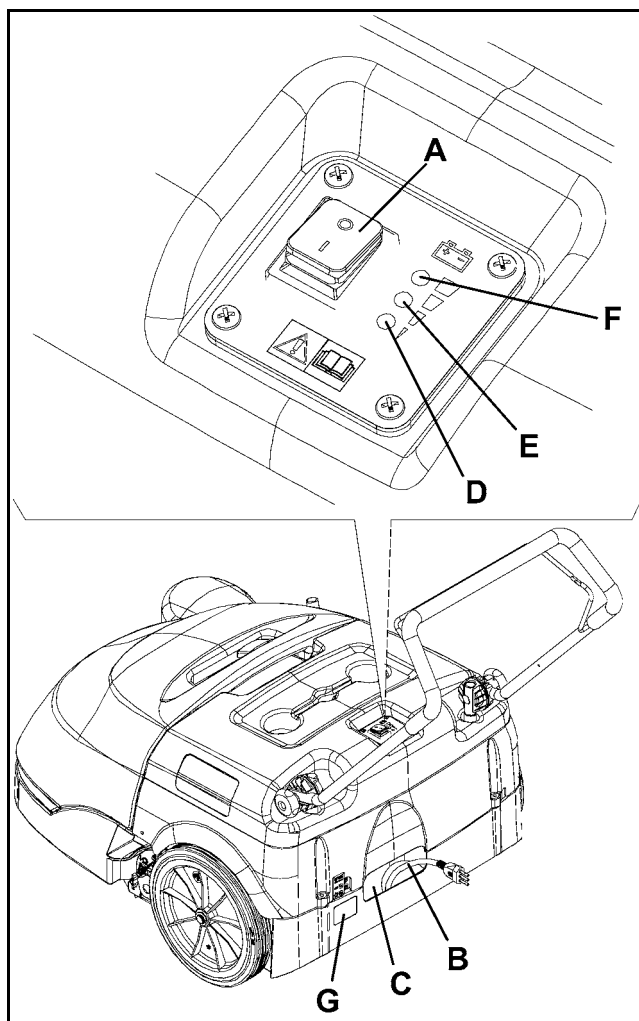

Figure 21
2. Positionner l'interrupteur général (A, Fig. 21) sur "0".
3. Déposer le câble (B, Fig. 21) du chargeur de batterie du logement (C) et le brancher au réseau électrique.
**Avant de brancher le câble (B, Fig. 21) du chargeur de batterie au réseau électrique, s'assurer que la tension en Volt et la fréquence en Hz du réseau coïncident avec la tension et la fréquence indiquées sur la plaque avec numéro de série (G, Fig. 21) de la machine.**
4. Pendant le cycle de chargement de la batterie, le témoin lumineux rouge (D, Fig. 21) s'allume avant le témoin lumineux jaune (E).